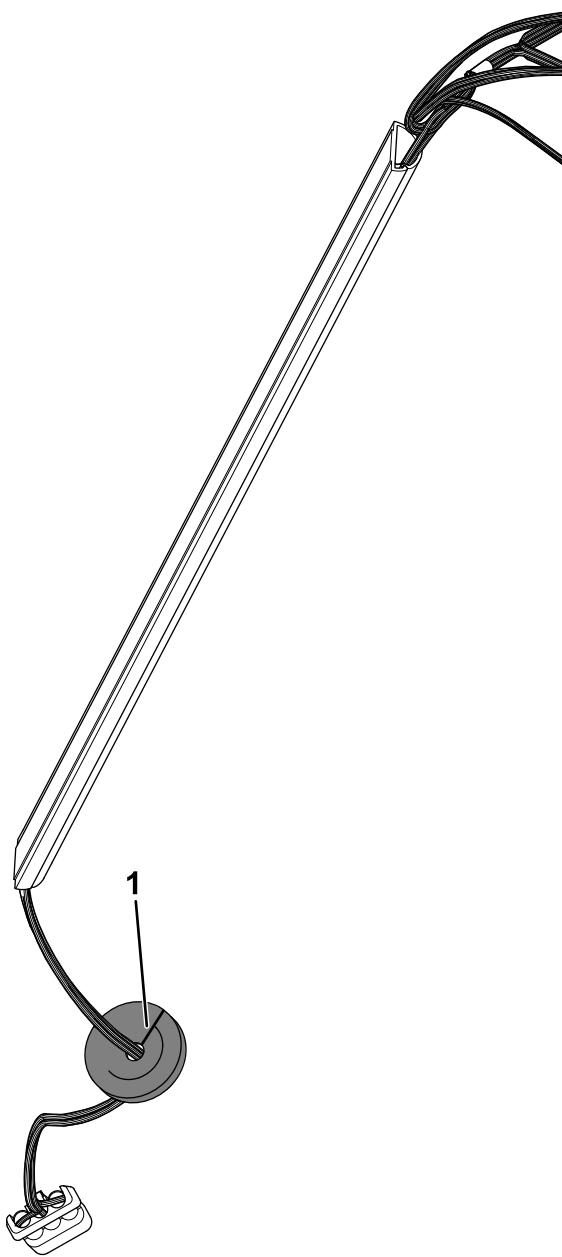

Figura 12
2. Monte a cablagem com o conector de 3 pinos na calha da cablagem (Figura 12).
3. Insira a cablagem através da abertura no olhal (Figura 12).